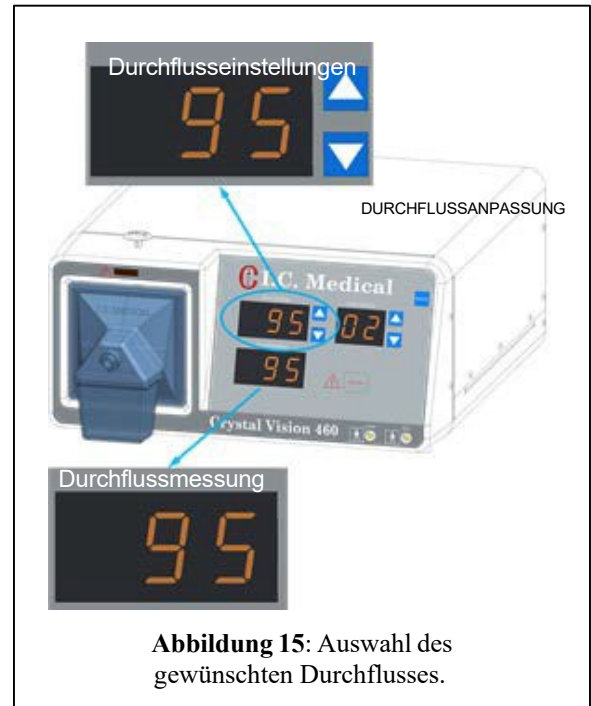

Abbildung 15: Auswahl des gewünschten Durchflusses.
6. Die DURCHFLUSSEINSTELLUNGEN-Steuertasten (Abbildung 15) stellen den maximalen Durchfluss ein, den der Chirurg wünscht. Dieser Wert wird in der Anzeige DURCHFLUSSEINSTELLUNGEN angezeigt.
7. DURCHFLUSSMESSUNG (Abbildung 15) registriert die Menge an Gas und Dampf, die derzeit tatsächlich fließt. Dieser Wert sollte Null sein, wenn die Vakuumpumpe nicht eingeschaltet ist.